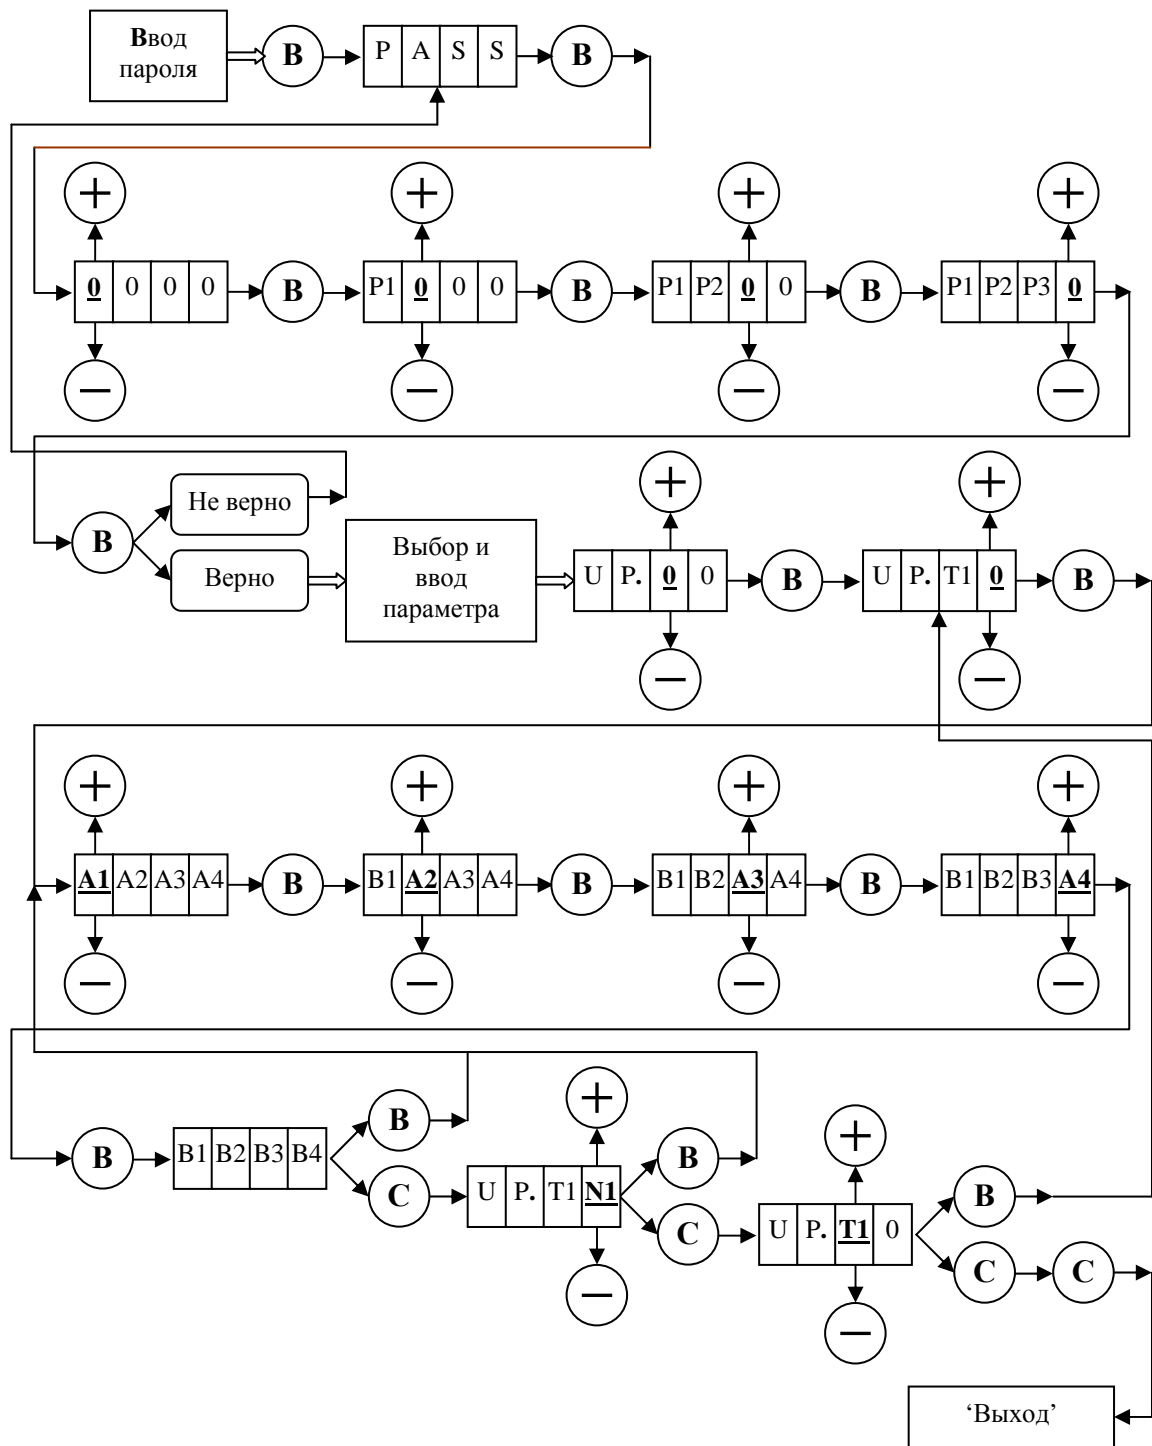

Рис. 7. Ввод параметров с помощью клавиатуры КРАБ-1.
- 3.8.8.4. На **рис. 7** изображена диаграмма ввода параметров с помощью клавиатуры, где кружки с соответствующими надписями обозначают кнопки клавиатуры.
- 3.8.9.4. Диаграмма ввода параметров БУАД с помощью клавиатуры КРАБ-1 аналогична вводу параметров в КРАБ-1 (рис.7), но